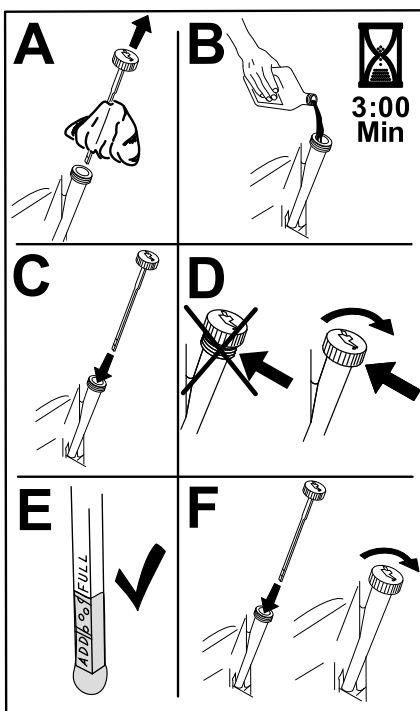

図 47
6. 所定量の 80% 程度のオイルをゆっくり入れ、そこから、残りの量を注意深く足してFULLマークまで入れる図 47。